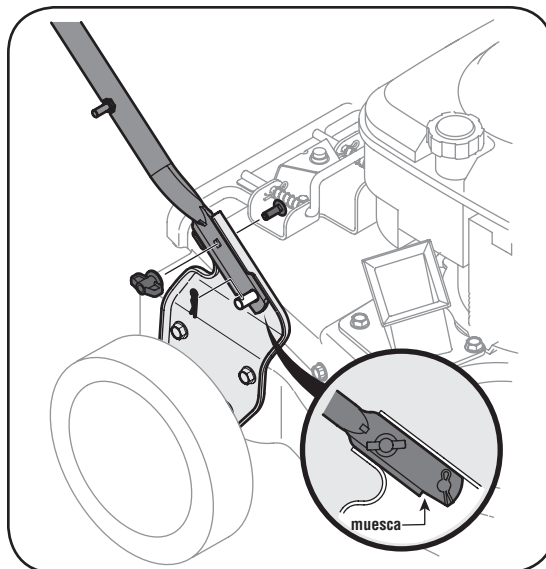

Figura 3-2
- a. Sitúe los agujeros inferiores de la manija inferior (muesca que señala abajo) sobre los pernos de los soportes de la manija, y asegúrelos con broches de horquilla. Vea la figura 3-2.
- b. Inserte los tornillos del carro desde el lado de afuera a través del agujero superior de la manija inferior y asegúrelos con tuercas de mariposa. Vea la figura 3-2.